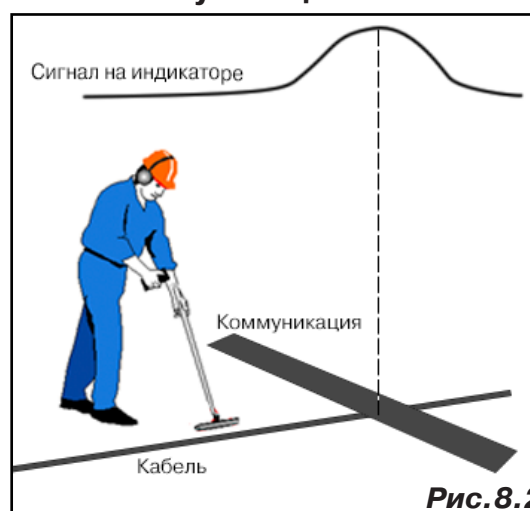

Рис. 8.2
3. Расположить корпус электромагнитного датчика над трассой кабеля параллельно трассе (уровень сигнала на индикаторе приемника будет близок к нулю) (рис. 8.2). Провести трассопоиск в соответствии с методом максимума. При прохождении по трассе, место пересечения кабеля с коммуникациями определяют по максимальному сигналу.